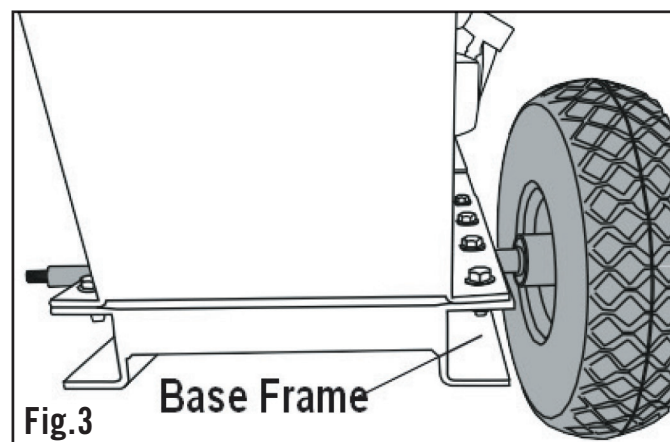

Fig.3
3. För axeln igenom bottenramen på maskinen i avsett håll. (fig 3).